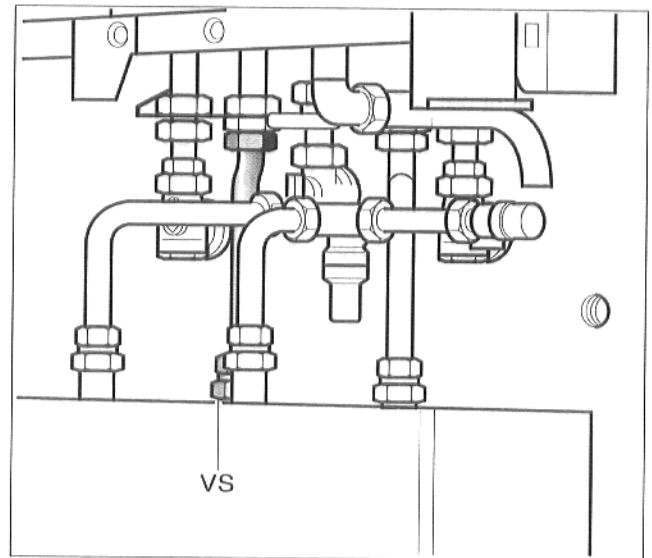

Abb. 10 Verbindungsrohr Speichervorlauf
- Klemmringverschraubung mit der Flachdichtung an den Speichervorlauf (VS) anschrauben.
- Verbindungsrohr zwischen Speicher und Gas-Umlaufwasserheizer montieren (Auf Flachdichtung und Klemmring achten! Abb. 10)